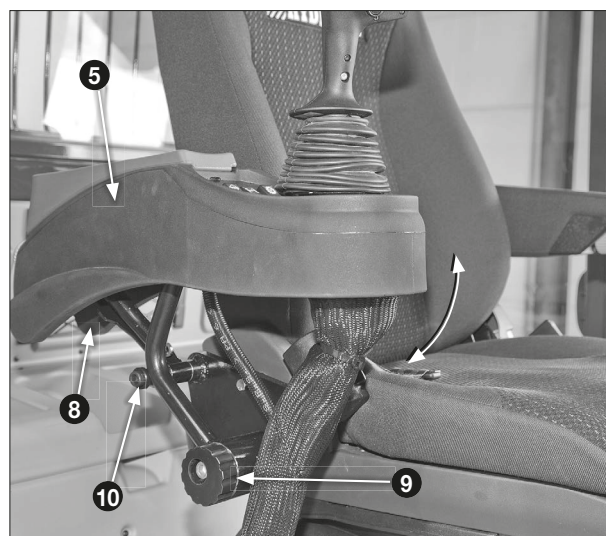

Fig. 21
5. **Armstöd:** (Se fig. 21)
(se fig. 21)